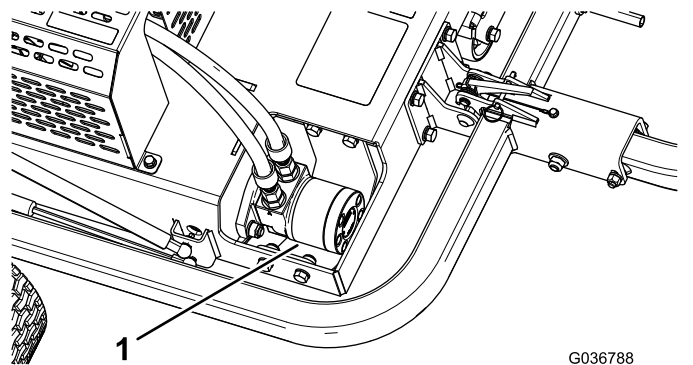

Figura 41
3. Curăai murdăria i reziduurile din zona din jurul motorului hidraulic (Figura 41).